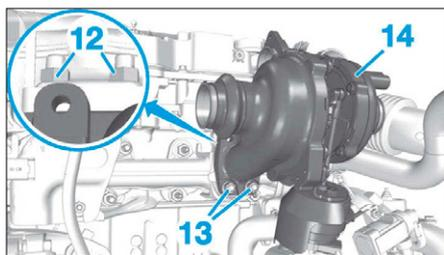

FIG. 70
- les écrous de fixation supérieurs (12) (**Fig.70**),
- les écrous de fixation inférieurs (13),
- le turbocompresseur (14).